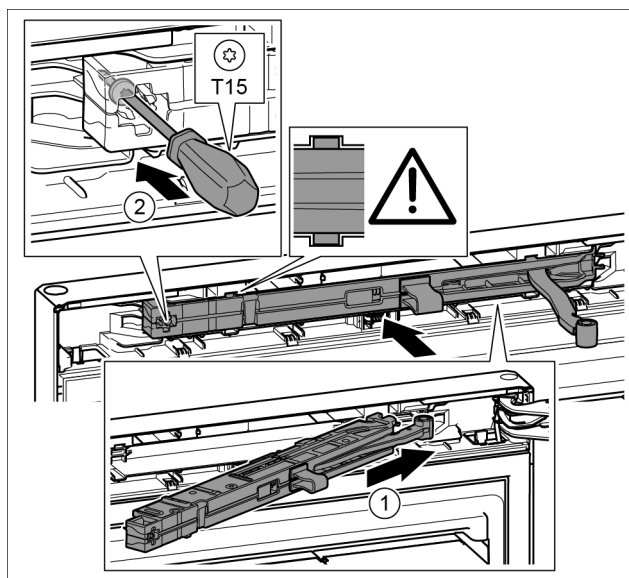

Fig. 41
- ▶ Вкарайте блока на затварящия демпфер от страната на лагерната стойка докрай под ъгъл в отвора. Fig. 41 (1)
- ▶ С отвертка T15 затегнете винта. Fig. 41 (2)